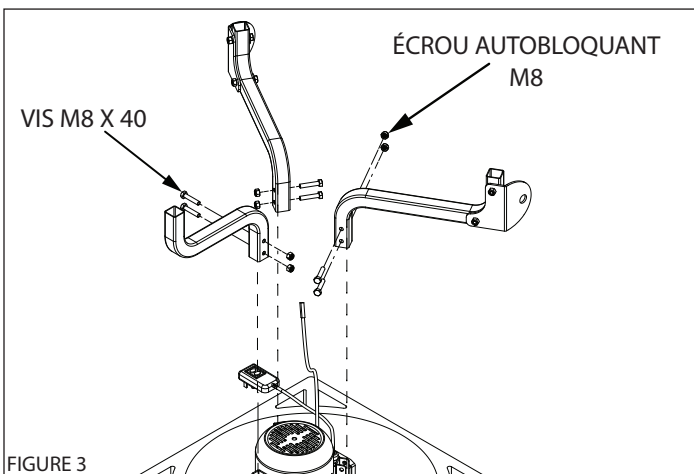

FIGURE 3
5. Monter les pieds sur l'ensemble motoréducteur et bac à plumes. **(VOIR FIGURE 3)**
REMARQUE : Chaque pied est unique et non interchangeable. Les pieds longs comportent des supports d'axe de roue et doivent être montés de telle façon que les supports d'axe soient parallèles l'un à l'autre. (VOIR FIGURE 3)